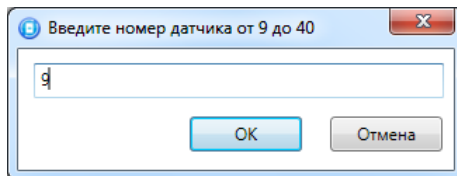

Рис. 6.24. Ввод номера радиоизвещателя
2. В открывшемся окне укажите номер извещателя (от 9 до 40) из числа еще не занятых и нажмите кнопку *OK* (рис. 6.24).